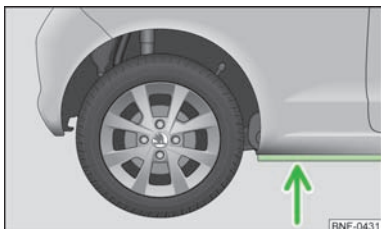

Abb. 93
- Daher vor einer Wasserdurchfahrt die Wassertiefe feststellen. Der Wasserstand darf maximal an den Steg des Unterholms reichen » Abb. 93.